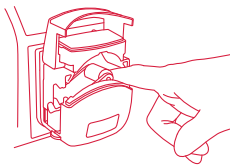

Figura 21 - Possível lesão do usuário se o equipamento for manipulado com a tampa do sistema de bombeamento aberta.
**ATENÇÃO:** Cuidado ao manipular o sistema de bombeamento, para evitar quaisquer lesões (Figura 21).